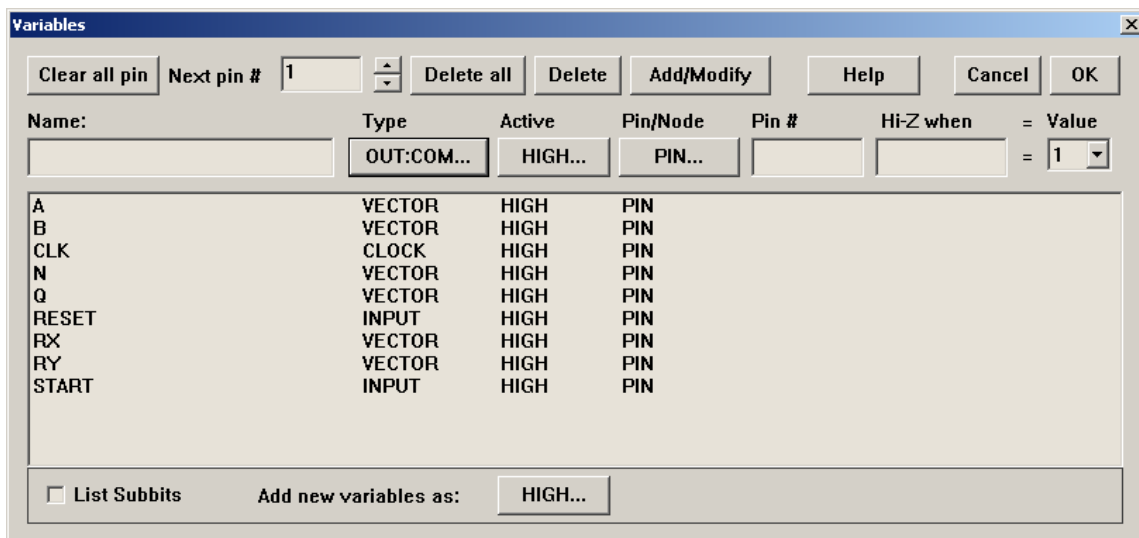

Figura 9.15. Fereastra de dialog *Variables*.
1. Se selectează comanda *Options* → *Variable*, sau se execută un clic cu butonul din dreapta în orice zonă a ecranului și se selectează opțiunea *Variable*. Se va deschide fereastra de dialog *Variables* (Figura 9.15). În această fereastră sunt afișate numele variabilelor definite și atribuțiile lor.